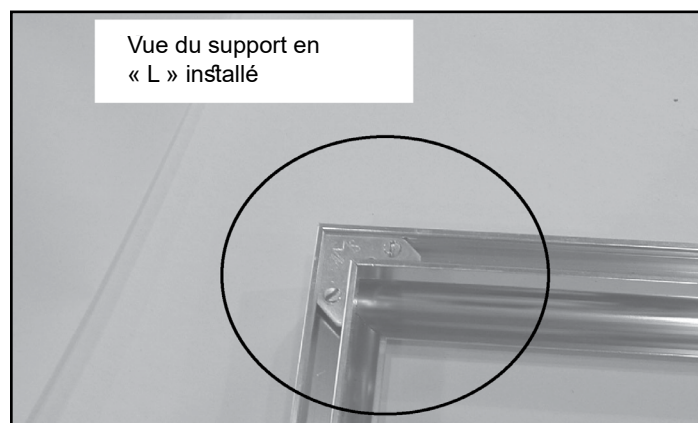

Figure 20.4
2. Assemblez la garniture avec les deux supports en coin fournis (**Figure 20.4**).